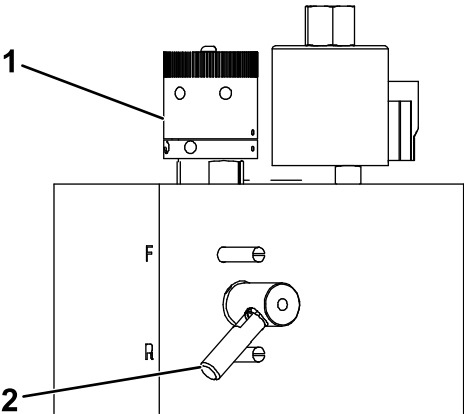

Figura 33
2. Gire el mando de control de velocidad del molinete (Figura 33) al número determinado en el paso 1.